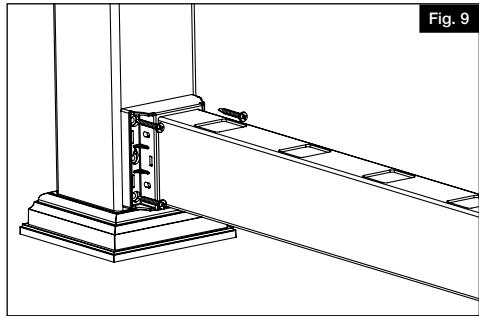

Fig. 9
- e. Coloque el primer tornillo #10 de $1\frac{1}{2}$ " a través del soporte inferior en el poste (Fig. 9).